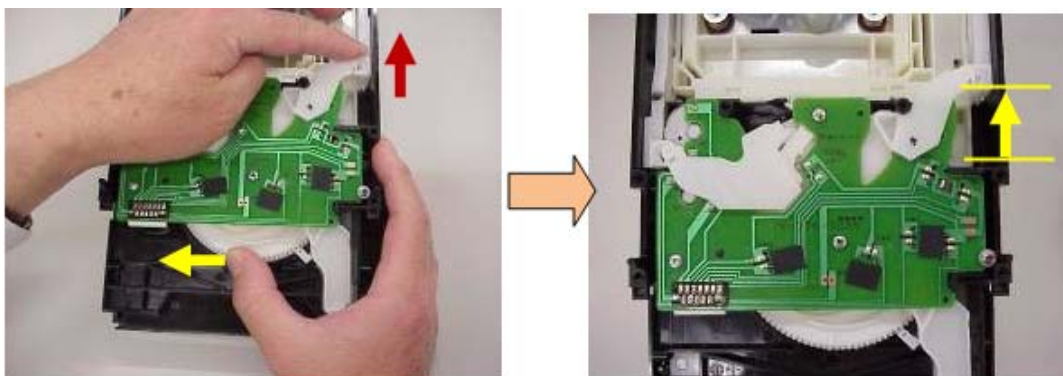

Fig. 1.28
Gire el engrane principal en sentido a las manecillas del reloj. Coloque el dedo en el deslizador y muévelo junto con el brazo (D), cuando éste comience a moverse hacia delante. Cuando el engrane principal llegue hasta el final del giro, el brazo (D) y el deslizador se moverán en la posición que se muestra. (Fig. 1.28)